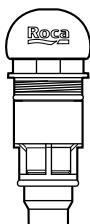

fig. 14
5. Toilet flush-valve (fig. 14)
5. Toilettenspülung (Abb. 14)